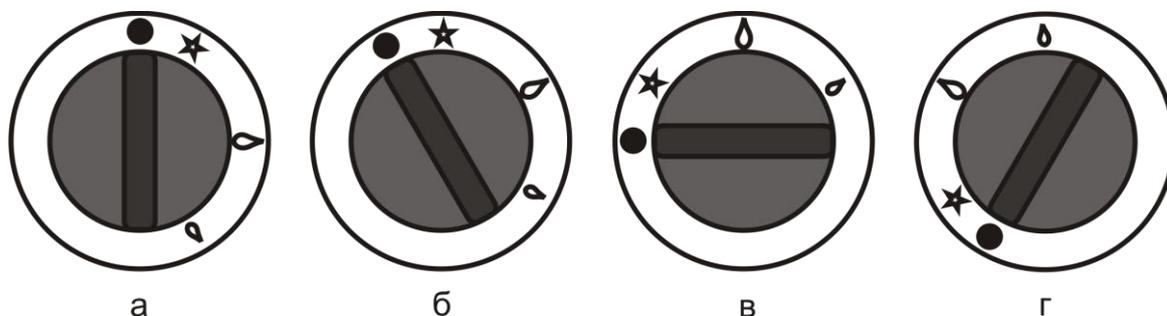

Рис. 2. Соответствие положения ручки крана режиму работы горелок
- Убедитесь в том, что ручки кранов находится в положении, соответствующем закрытому состоянию (рис.2а). Если кран находится в открытом состоянии, переведите его в закрытое состояние, слегка нажав на ручку крана и повернув ее по ходу часовой стрелки до упора.
После окончания работы с устройством необходимо перевести ручки кранов в закрытое состояние (рис.2а) и закрыть кран газопровода.
Внимание! При первом включении устройства, а также после каждой замены баллона СУГ необходимо выпустить воздух из газового тракта. Для этого удерживайте ручку крана в нажатом состоянии в положении «розжиг запальной горелки» (рис. 2б) в течение 1-2 минут, либо до появления запаха газа, после чего можно приступить к розжигу горелок.
- В исходном состоянии ручка крана находится в положении, соответствующем закрытому состоянию крана (рис.2а).
- Нажав на ручку крана до упора и, удерживая её в нажатом состоянии, поверните её против хода часовой стрелки в положение «розжиг запальной горелки» (рис.2б). Через 3 - 5 секунд поднесите источник огня к запальной горелке через смотровое окно или нажмите кнопку пьезорозжига. Если горелка не зажглась, отпустите ручку крана и, при повторном нажатии на ручку, вновь поднесите источник огня к запальной горелке или нажмите кнопку пьезорозжига. После появления пламени в запальной горелке, удерживайте ручку крана в нажатом состоянии в течение 5-10 секунд, до срабатывания предохранительного клапана, кнопку пьезорозжига при этом можно отпустить. Затем отпустите ручку управления и убедитесь, что запальная горелка горит. Если запальная горелка погасла, следует повторить процедуру розжига.
- При повороте ручки крана, с легким нажимом на неё, против хода часовой стрелки – кран открывается и осуществляется розжиг основной горелки. Положение крана в режиме «максимальное пламя» и «малое пламя» представлено на рис. 2в и рис. 2г, соответственно.
- При повороте ручки по ходу часовой стрелки в положение «розжиг запальной горелки» (рис. 2б) – главная горелка гаснет, а запальная горелка остается зажженной (дежурный режим).
- Для выключения запальной горелки необходимо слегка нажать на ручку крана и повернуть ее по ходу часовой стрелки до упора в положение «кран закрыт» (рис.2а).
- Включите горелку и переведите ручку крана соответствующей горелки в режим «малого пламени» (рис.2в).